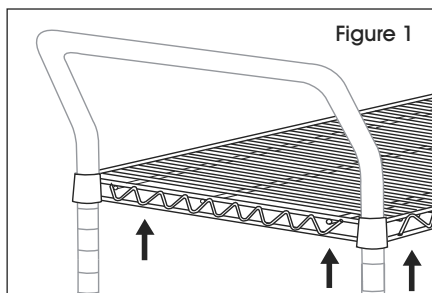

Figure 1
1. Faites glisser la tablette supérieure vers le haut sur les montants, une extrémité à la fois, poignées vers l'extérieur. (Voir Figure 1)